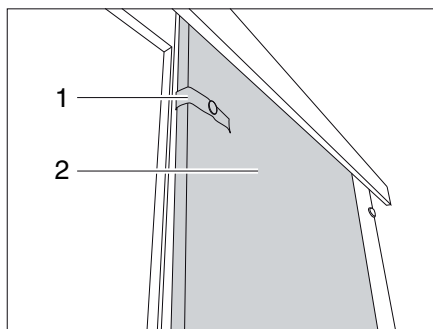

Fig. 78 Porta scorrevole
- Staccare il nastro di sicurezza (Fig. 78,1).
- Tirare la porta scorrevole (Fig. 78,2) in posizione chiusa.
- Portare la porta scorrevole (Fig. 78,2) in posizione aperta.
- Fissare la porta scorrevole con il nastro di sicurezza (Fig. 78,1).